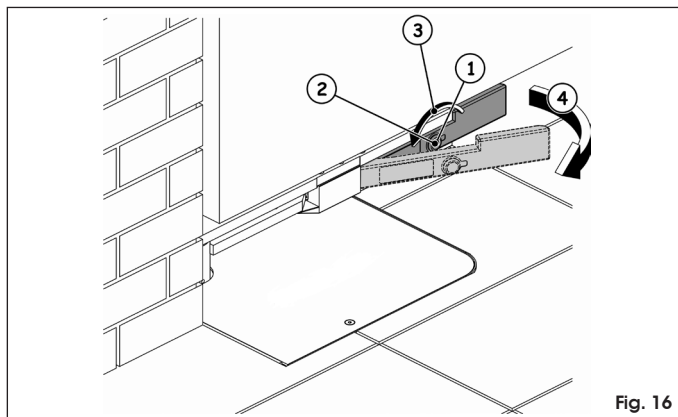

Fig. 16
Il dispositivo è inserito sulla staffa di sostegno del cancello (Fig. 16 rif. ⑥) e permette di sbloccare il sistema sia dall'interno che dall'esterno della proprietà.
- aprire il tappo di protezione della serratura (Fig. 16 rif. ①)
- introdurre la chiave di sblocco nella serratura (Fig. 16 rif. ②)
- ruotare la chiave nella direzione del pilastro fino a battuta (Fig. 16 rif. ③)
- tirare la leva verso di sé (Fig. 16 rif. ④)